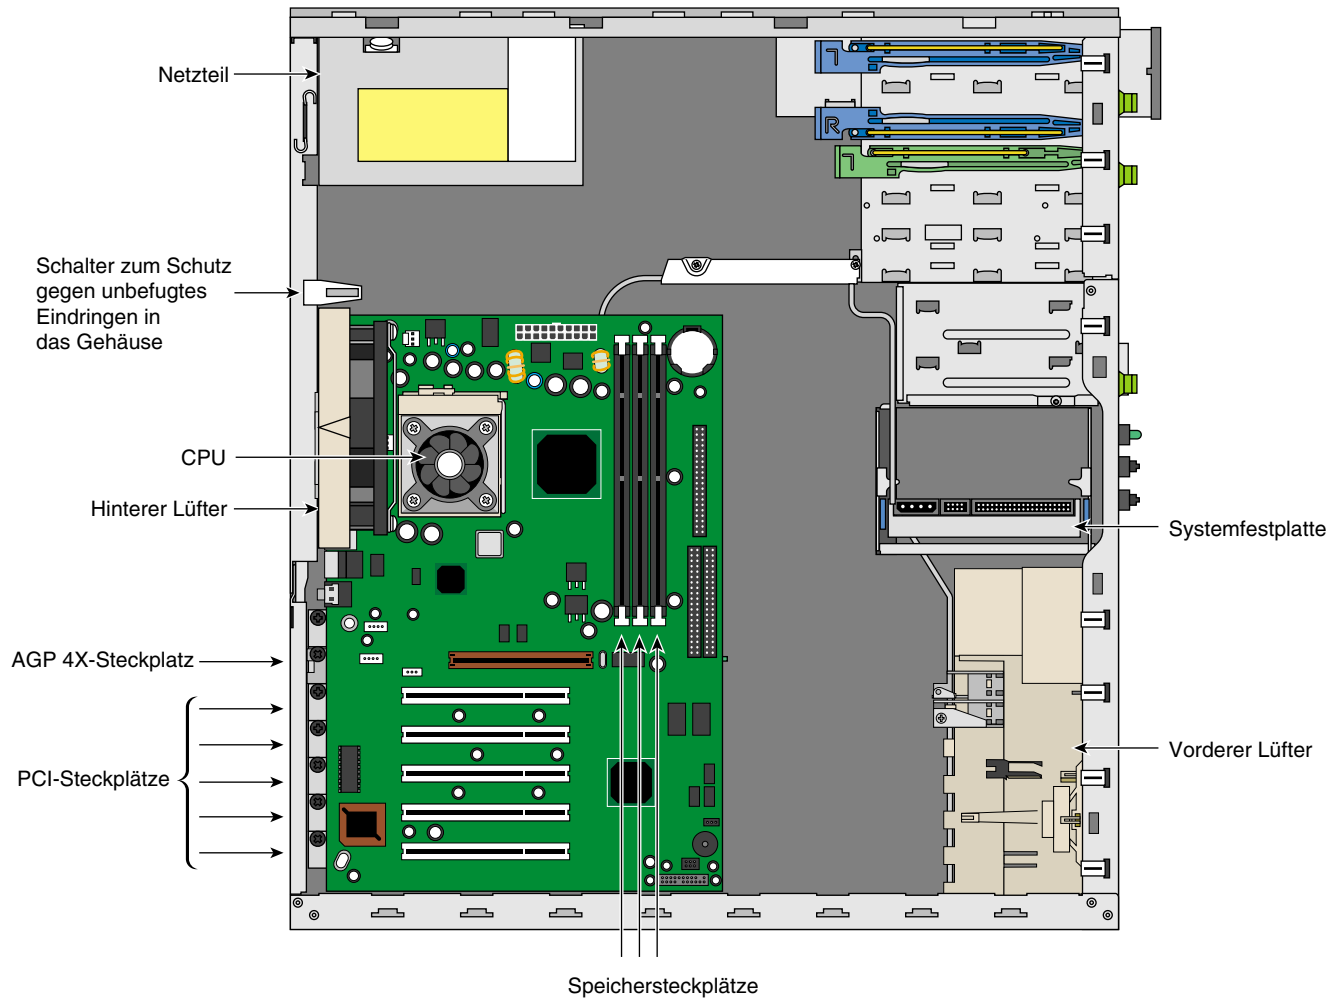

Abbildung 1-4 Interner Aufbau
In diesem Abschnitt wird die Lage der wichtigsten Komponenten im Gehäuse der Silicon Graphics 230 Visual Workstation beschrieben (siehe Abbildung 1-4).
- Die Lüftung der Silicon Graphics 230 Visual Workstation erfolgt über drei Lüfter, einen vorderen Systemlüfter und zwei hintere Systemlüfter (siehe Abbildung 1-4). Der vordere Lüfter saugt kühle Luft in das Gehäuse, die über die beiden hinteren Lüfter wieder aus dem Gehäuse geblasen wird. Einer der hinteren Lüfter befindet sich an der Rückseite, der andere im Netzteil.